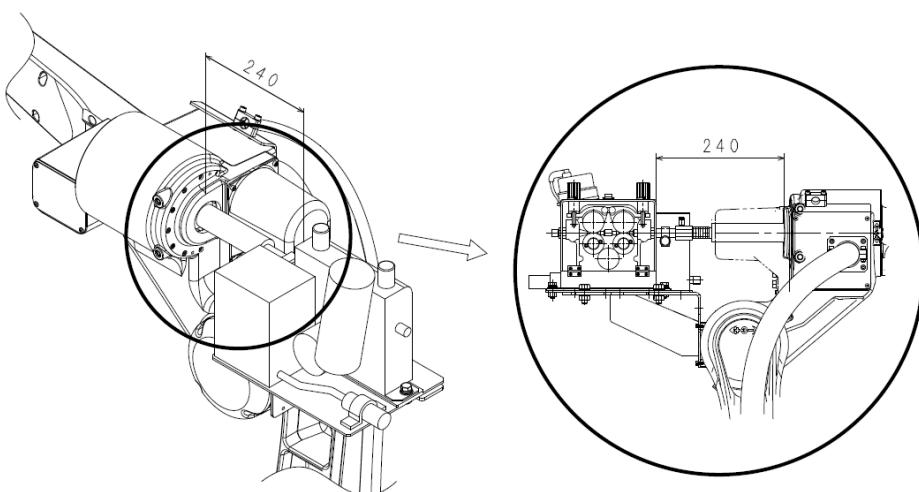

图 2.11 送丝机固定位置(TOKIN 公司生产 G-type)
4. 送丝机向后方移动，拉一体化动力线以便其无松弛，对准图2.11的位置用2根六角头螺栓(M10×30)紧固。